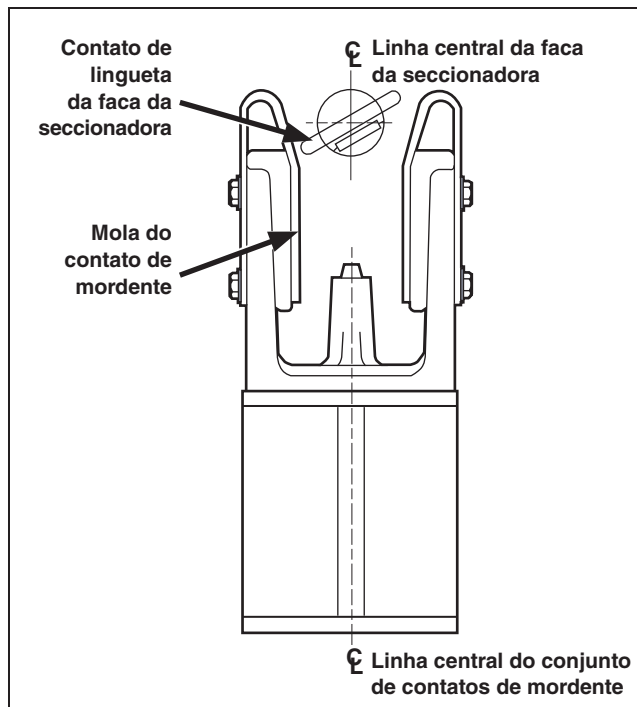
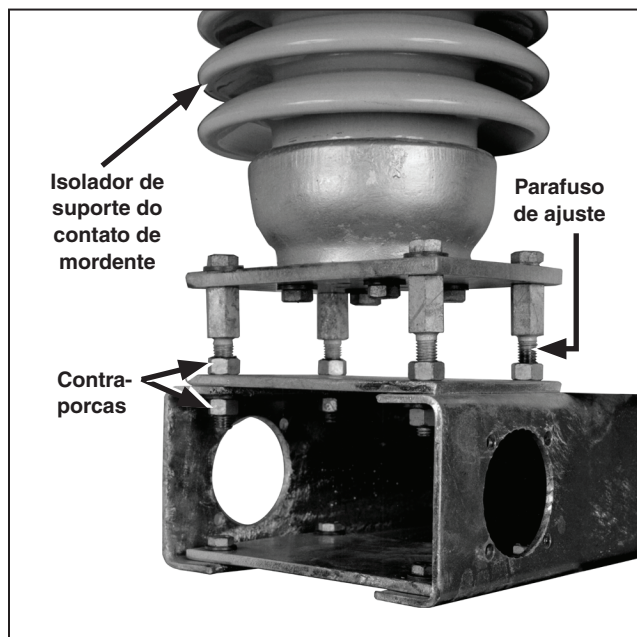

Figura 21. Verificação do alinhamento entre a faca da seccionadora e o contato de mordente.
Figura 22. Ajuste das contraporcas dos parafusos de nivelamento.
- (b) Gire o eixo, no sentido horário somente, até o ponto em que ocorre a separação entre os contatos de lingueta e seus respectivos contatos de mordente. Ver Figura 21.
Com as facas da seccionadora mantidas na posição mostrada na Figura 21, inspecione cada faca para verificar se a sua linha central não está deslocada para a esquerda ou para a direita por não mais que 6 mm ($\frac{1}{4}$ de polegada)— com a medição realizada na linha central do contato de mordente respectivo. Se o deslocamento da linha central de qualquer faca for maior que 6 mm ($\frac{1}{4}$ de polegada), afrouxe as contraporcas para fazer o nivelamento; essas contraporcas estão localizadas sob o isolador de suporte dos contatos de mordente associados. Ver Figura 22.